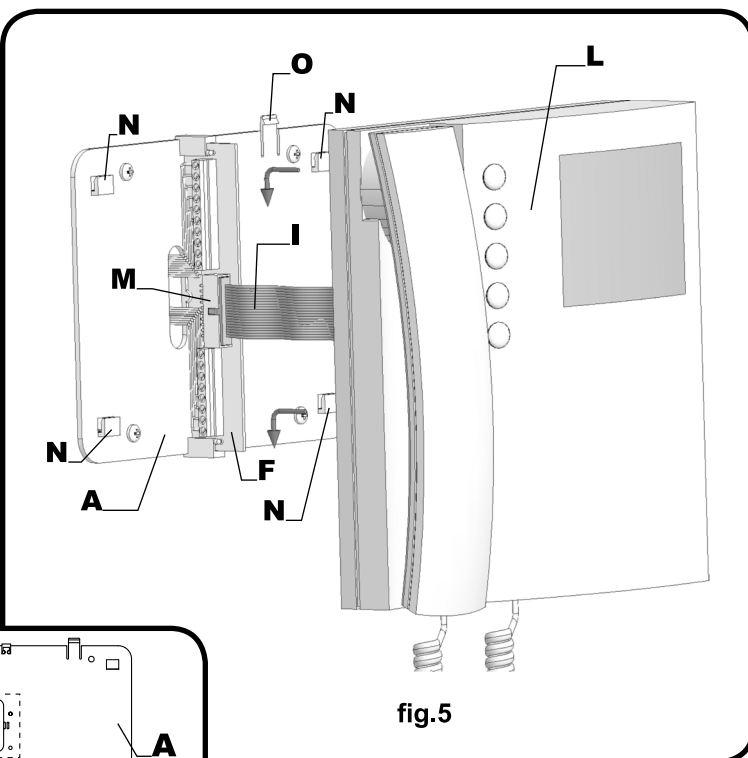

fig.5
- Fissati i fili, sfilare la scheda di connessione **F** (**fig.4**), ruotarla di 90° in senso antiorario ed infilarla nella propria sede come mostrato in **fig.5**.
- Unclip the PCB **F** (**fig.4**), rotate it 90° anticlockwise and fit it into its housing as shown in **fig.5**.
- Avvicinare, come da **fig.5**, il videocitofono **L** alla piastra **A** per agevolare la connessione del flat **I**.
- Come mostrato in **fig.5** inserire il connettore del flat **I**, che fuoriesce dalla parte posteriore del videocitofono, nel connettore **M** della scheda di connessione **F**.
- Facendo corrispondere le 4 fessure presenti sulla base del videocitofono **L** con i 4 incastri **N** della piastra **A**, appoggiare il video sulla piastra e spingerlo verso il basso fino allo scatto, compiendo un movimento come mostrato dalle frecce in **fig.5**.
- As shown in **fig.5**, move the videophone **L** close to the mounting plate **A** so that the ribbon cable will reach the connector **I**.
- As shown in **fig.5**, connect the female plug on the ribbon cable **I** coming from the videophone to the male plug connector **M** on the PCB **F**.
- Place the videophone **L** against the 4 hooks **N** on the mounting plate **A** and push down: the videophone will automatically lock into place using clasp **O** as shown in **fig.5**.